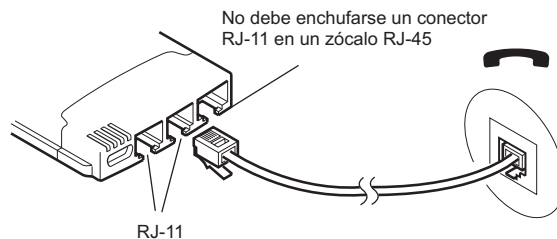

Figura 3. Conexión del módem a la red telefónica (RJ-11)
1. Conecte un conector RJ-11 en el receptor hembra del Adaptador EtherJet 10/100 CardBus Ready Port con módem tal como muestra la Figura 3.